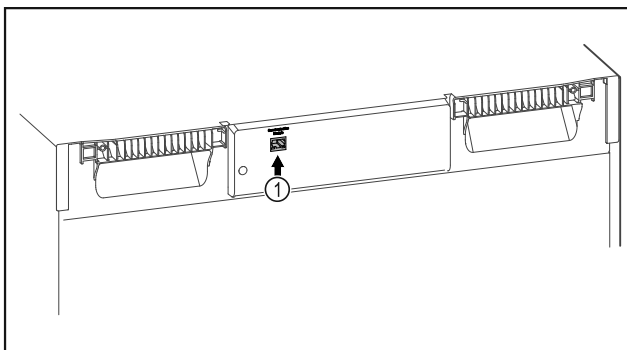

Fig. 85
- SmartModule Fig. 85 (1) se rabi.